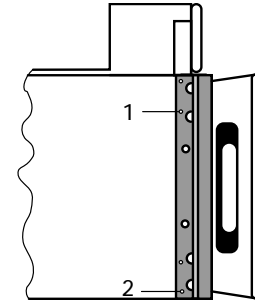

Abb. 8
- Die Schutzleiste durch Entfernen der Befestigungsschrauben 1 und 2 abnehmen (siehe Abb. 8). Leiste abnehmen und Schrauben wieder andrehen.